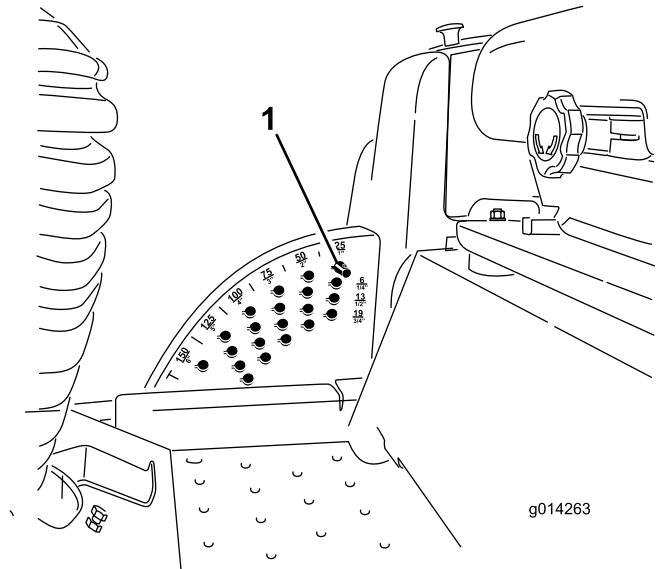

Bild 2
3. Merken Sie sich für die Montage die Position des Schnitthöhenstifts in der Schnitthöhenhalterung, damit Sie diesen später wieder korrekt zusammenbauen können (Bild 2). Entfernen Sie den Schnitthöhenstift aus der Schnitthöhenhalterung.